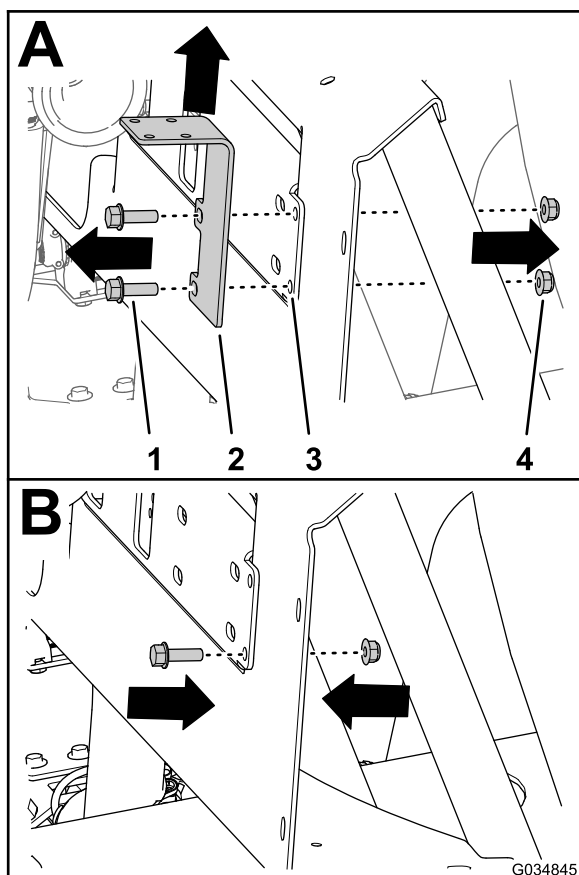

Figure 54
- Retirez les 2 boulons à embase (5/16" x 1") et les 2 contre-écrous à embase (5/16") qui fixent le support de la vanne de coupure de dérivation au support de collecteur (A de la Figure 54), et déposez le support de la vanne de coupure.
de collecteur (B de la Figure 54) dans le trou inférieur du support de vanne de coupure que vous avez déposé à l'opération 5.